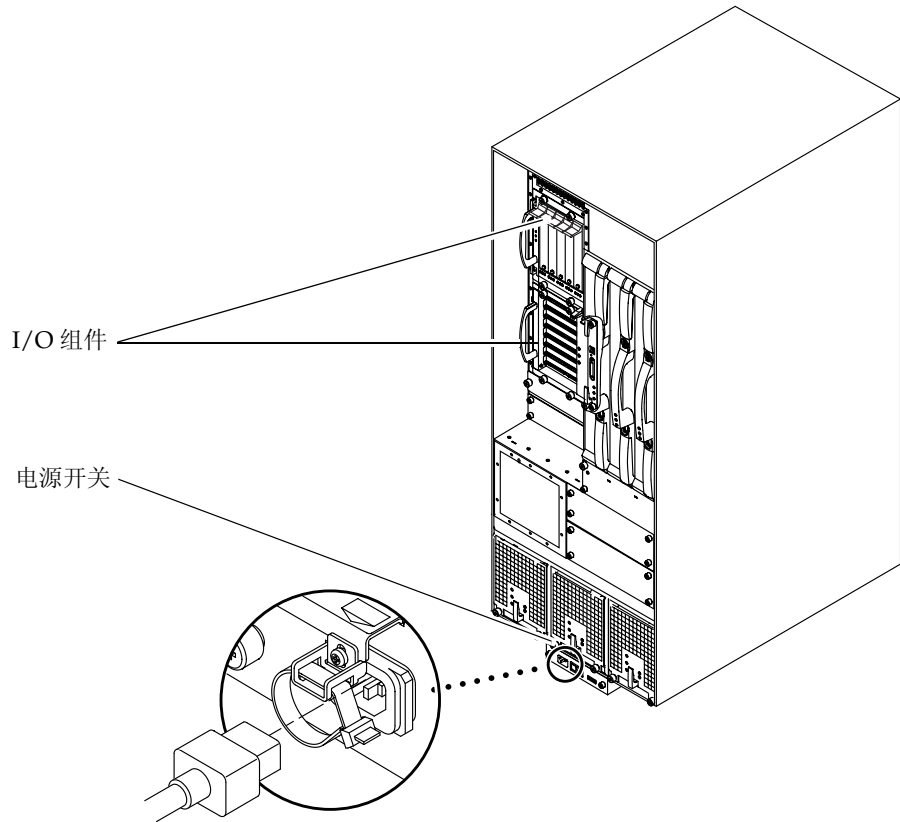

图 3-1 Sun Fire 4810 系统上的电源开关、电源线插座和 I/O 组件位置
1. 将所有电源开关都设到 **Off**（关闭）位置（图 3-1）。
I/O 部件为域提供网络接口和外围设备入口（图 3-1）。
1. 将 5 类以太网屏蔽缆线的一端连接到主系统控制器板上的 RJ-45 以太网端口（图 3-1）。
1. 将所有电源开关都设到 On（打开）位置（图 3-1）。
6. 将所有电源开关都设到 On（打开）位置（图 3-1）。